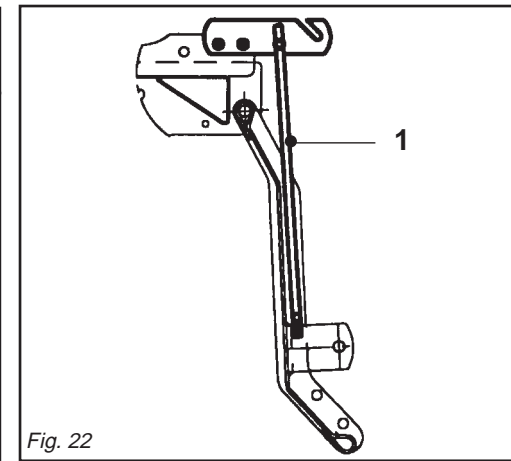

Fig. 22
- 4- Per mod. HL: L'asta (1 Fig. 22), va posizionata come in figura per il parcheggio della macchina.
- 4- For model HL: the rod (1 Fig. 22) should be positioned as shown in the figure when parking the machine.
- 4- Für Mod. HL: Die Stange (1 Abb. 22) ist so anzuordnen, wie in der Abbildung für das Abstellen der Maschine gezeigt ist.
- 4- Pour mod. HL: Pour stationner la machine la barre (1 Fig. 22) doit être positionnée comme indiqué dans la figure.
- 4- Para mod. HL: La barra (1 Fig. 22) debe ser posicionada como se ve en la figura para el estacionamiento de la máquina.